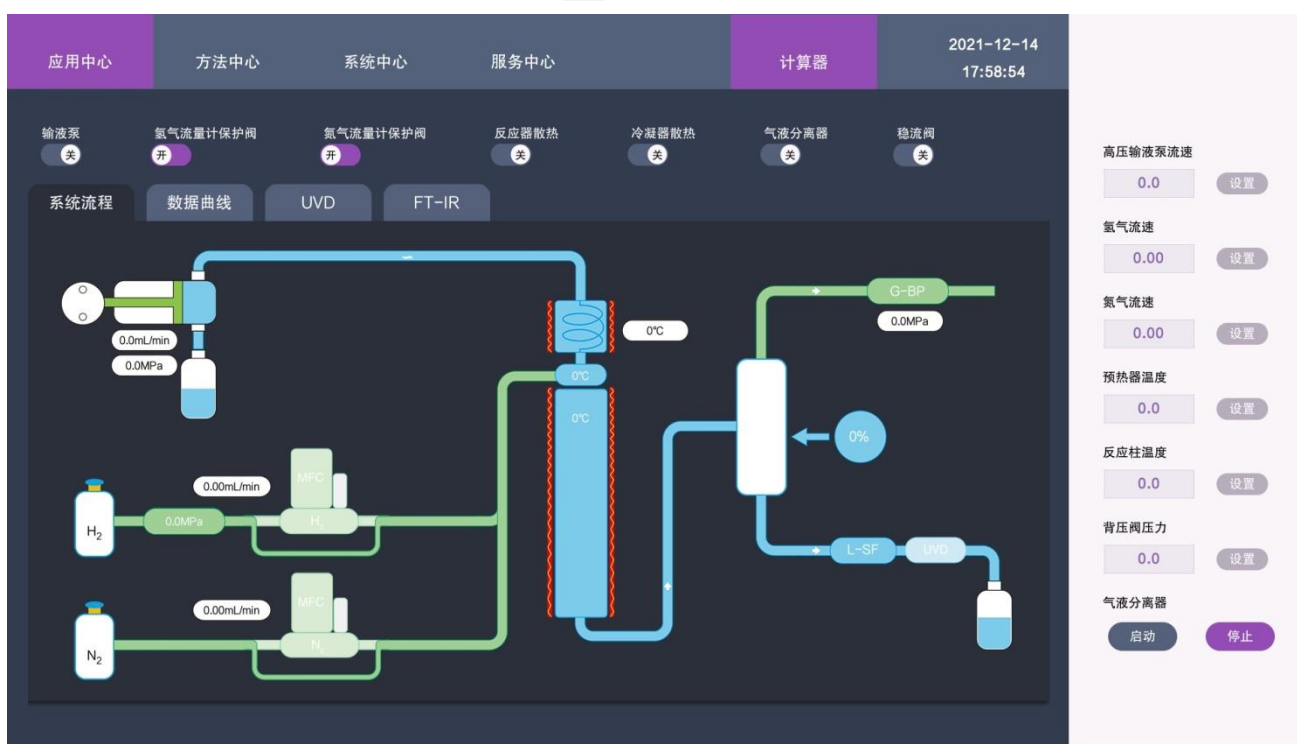

图5-1 应用中心界面
1. 开机进入windows界面后，双击图  标，进入加氢仪应用中心界面，如图5-1所示。
- a) 流程图显示区，如图5-1所示，系统管路连接图，便于操作员了解各单元模块参数值。